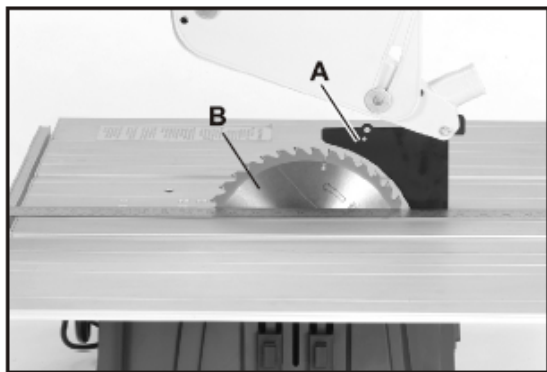

Fig 25.
Der Abstand zwischen Abspaltzubehör (A) und dem Sägeblatt (B), Abb. 25, beträgt 3-5 mm. Ist eine Justierung wünschenswert, lösen Sie die zwei Schrauben (C), Abb. 26, um den Abstand zu korrigieren. Wenn Sie sicher sind, dass der Abstand richtig ist, **ziehen Sie die Schrauben (C) an**.